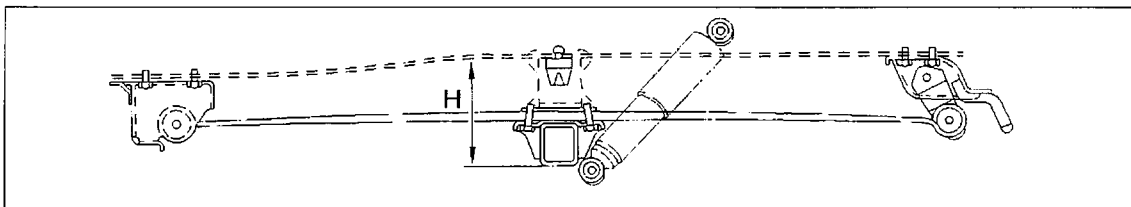

Bild 245
- Die Hinterfeder in die richtige Lage bringen und den Federbolzen (4) an der Vorderseite sowie den Bolzen der Federlaschenaufhängung (10) einschlagen, ohne die Mutter festzuziehen (nur handfest).
- Die Federbügelschrauben (5) von oben einschlagen. Falls sie nicht einwandfrei in die Löcher passen, kann man sie in einem Schraubstock ausrichten, bis sie sich leicht einsetzen lassen. Die Muttern mit Scheiben aufschrauben und die vier Muttern (3) gleichmäßig über Kreuz mit einem Anzugsdrehmoment von 130 Nm anziehen.
- Die Achse muss jetzt angehoben werden, damit sie im richtigen Verhältnis zur Hinterfeder steht. Dazu die Hinterachse anheben, bis das Maß „H“ in Bild 245 bei den Modellausführungen 10Q und 14Q 192 mm oder beim Modell 18Q 197 mm beträgt.
- Die Hinterradaufhängung muss jetzt belastet werden, um die Befestigung der Feder vorn und hinten anzuziehen. Dazu genügend Gewichte in das Fahrzeug einlegen, bis das Maß „H“ in Bild 245 den bereits beim Einbau der Hinterfeder angegebenen Wert hat. Zum Messen eignet sich am besten ein Rollmaß.
Der Einbau des Stoßdämpfers geschieht in umgekehrter Reihenfolge wie der Ausbau, jedoch muss das Fahrzeug belastet werden, wie es beim Einbau der Hinterfeder beschrieben wurde, d. h. das Maß „H“ in Bild 245 muss auf den angegebenen Wert gebracht werden (Fahrzeug auf die Räder absenken und Gewichte hinten in das Fahrzeug einlegen). Die beiden Schrauben danach mit 160 Nm anziehen.